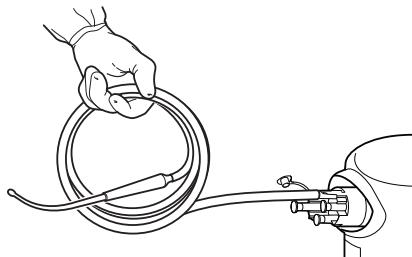
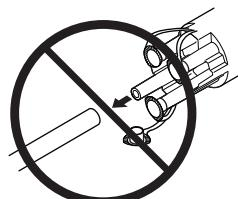

Abbildung 6 Absaugschlauch ergreifen
Abbildung 7 Schläuche bei der Entsorgung am Sammelrohr belassen
- Den Absaugschlauch bei eingeschalteter Absaugung greifen und zum Anschluss des Sammelrohrs hin halten, um Flüssigabfall aus dem Schlauch zu entfernen (Abbildung 6). Die angebrachten Absaugschläuche NICHT vom Sammelrohr abnehmen (Abbildung 7).